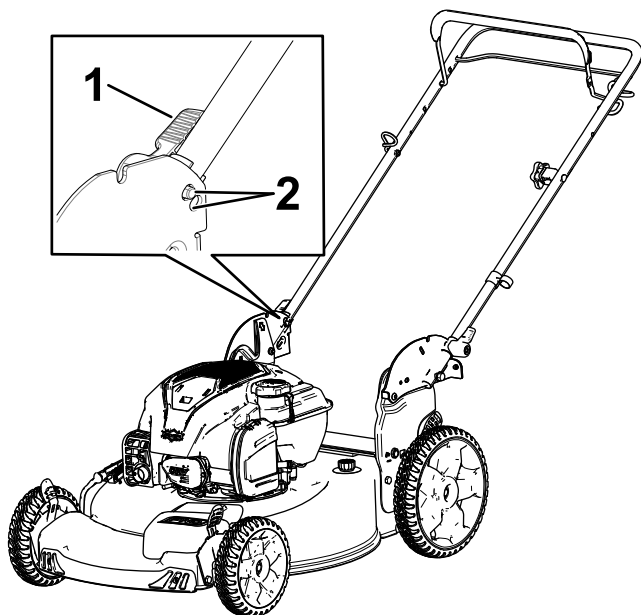

Figura 4
2. Mueva la palanca de bloqueo del manillar (Figura 4) hasta que el pasador se enganche en su sitio para bloquear el manillar en la posición de operación.